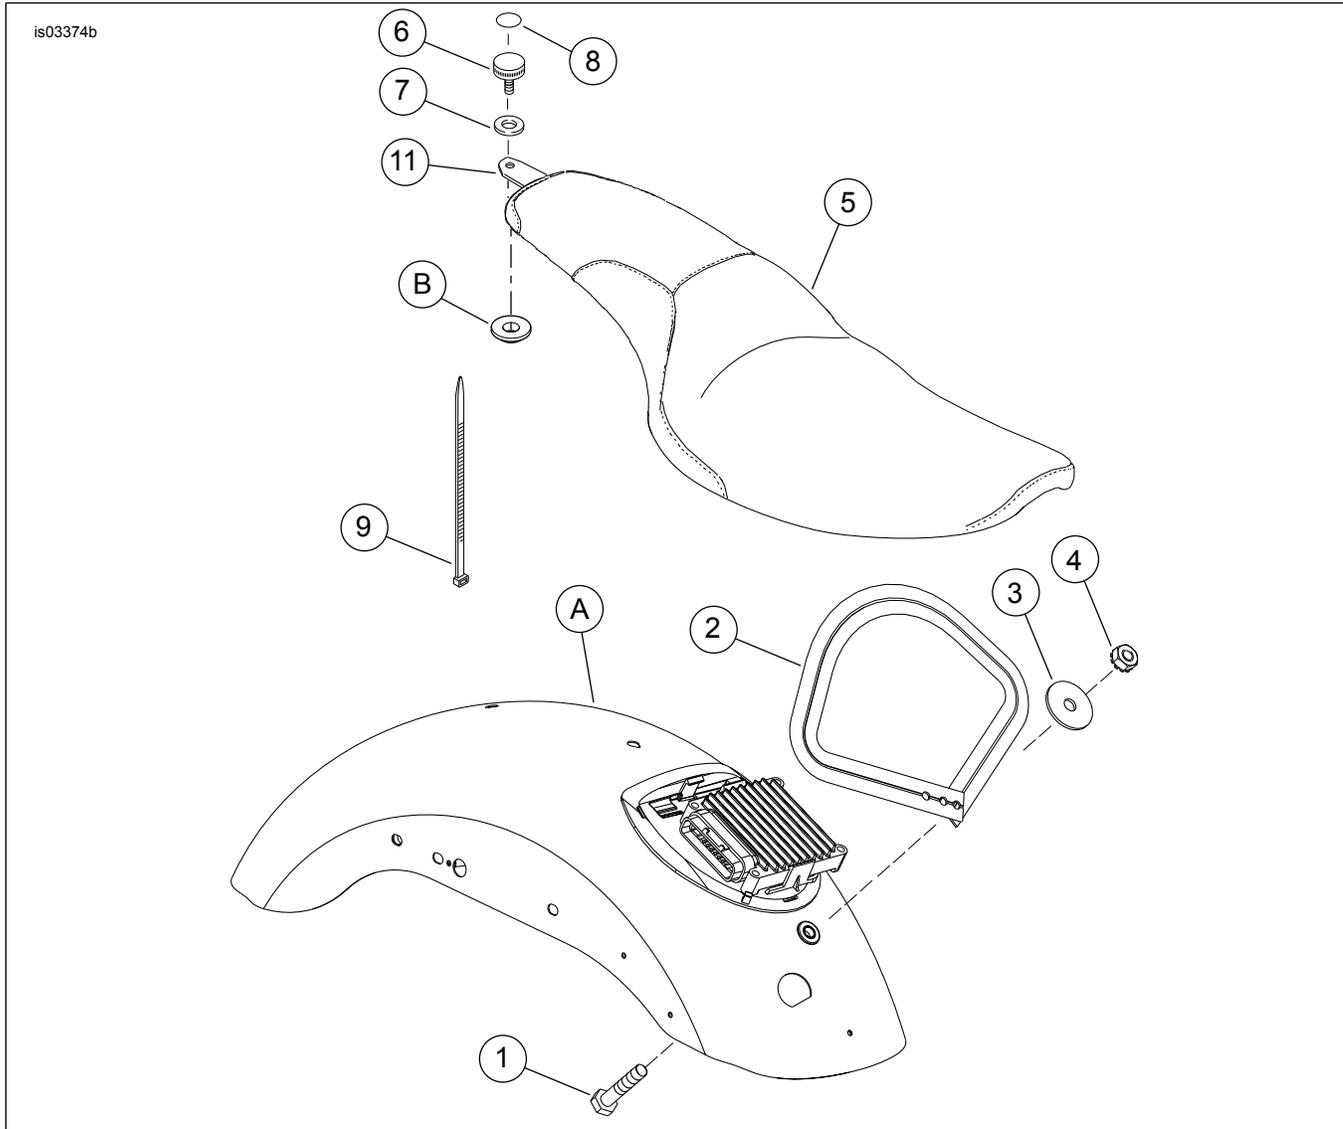

Figura 7. Piezas de servicio: Kits de asiento XL Custom para 2 pasajeros
Vea un listado de las piezas de servicio en la Figura 7 y la Tabla 3.
1. Vea Figura 7. Inserte el tornillo (1) a través del agujero delantero del guardabarros desde el interior del guardabarros.
3. Vea Figura 6. Arme la correa de sujeción (Figura 7, artículo 2) en el tornillo usando los agujeros correspondientes para el kit de asiento que se esté instalando.
4. Vea Figura 7. Instale la arandela (3) y la tuerca hexagonal (4) en el tornillo (1). Apriete a 4,1-6,8 N·m (36-60 lb-pulg.).
1. Vea Figura 7. Deslice la sección trasera del asiento (5) a través de la correa de sujeción (2).